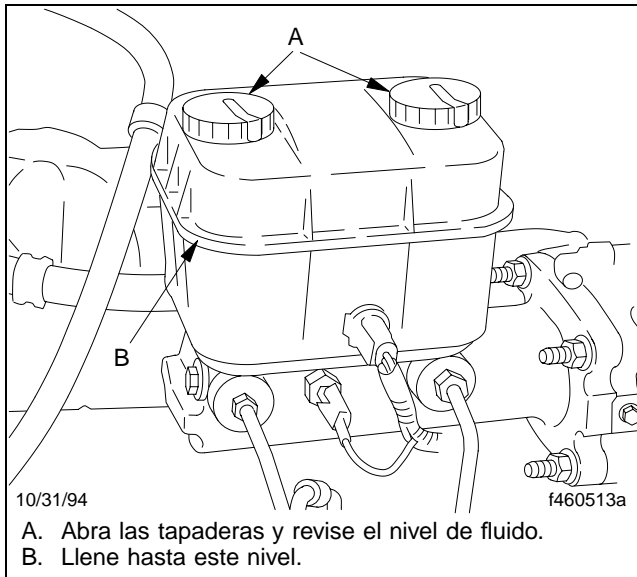

Figura 9.5, Depósito de fluido de los frenos hidráulicos
13. *Revise el nivel de fluido en el depósito del fluido para frenos hidráulicos **Figura 9.5**, si así está equipado.*